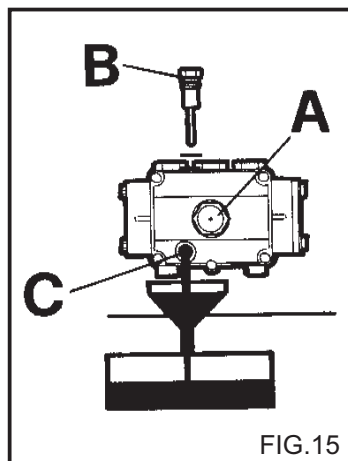

FIG.15
2) Den Deckel mit dem Kontrollstab (Fig.15) aufdrehen.